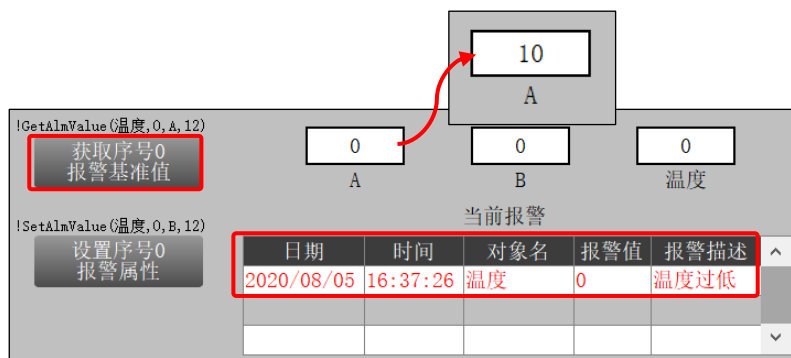

图 11.3-21 运行演示一
- ⑧ 点击【获取序号 0 报警基准值】按钮，变量【A】的值变为【温度】第 0 条报警的报警基准值【10】。如图 11.3-21 所示。
- ⑨ 将变量【B】的值设为【-2】，然后点击【设置序号 0 报警属性】按钮，则【温度】第 0 条报警的报警基准值被设置成了【-2】。此时由于【温度】的值【0】，已经不再小于新的基准值【-2】，故报警消除，报警浏览构件中的报警消息也随之消失。